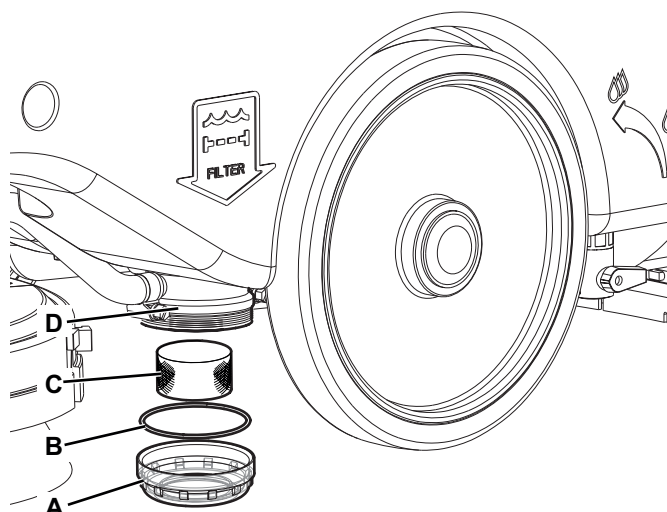

Figure 7
1. Vider le réservoir de la solution (15), en procédant comme indiqué au paragraphe spécifique.
4. Dévisser le couvercle transparent (A, Fig. 7), déposer le joint (B) et déposer le filet filtrant (C). Les nettoyer et les reposer sur le support (D).